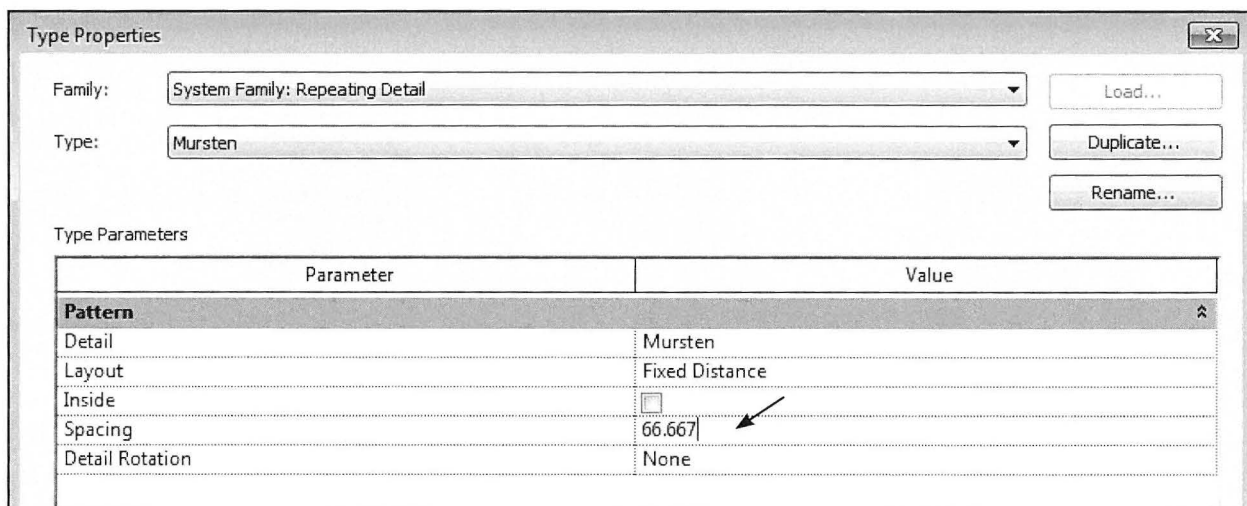

Fig. 15.95. i Spacing skrives 66.667, så kommer det til at passe med murmål.
- Skriv 66.667 mm ud for Spacing (Fig. 15.95).
- Tegn nu en linie i tegnefladen, og murstenene vil nu følge den linie du tegner (Fig. 15.95).